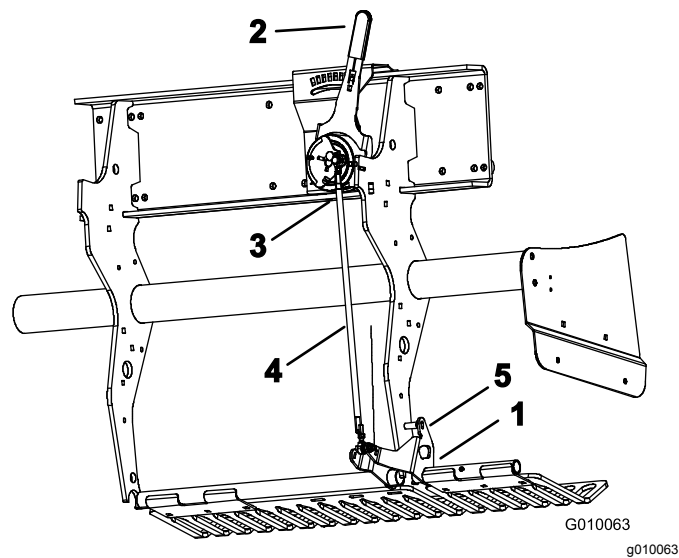

Bild 59
2. Drehen Sie die linke Befestigungshalterung für Rasenschutzvorrichtung (Bild 59) nach oben, bis Sie einen Arretierbolzen zwischen die Halterung und das am Rahmen angeschweißte Tiefen-Einstellrohr einführen können, wie z. B. eine 8-mm-Bohrstange oder einen Bolzen.
3. Schieben Sie den Tine-Tiefenhebel (Bild 59) auf die H-Stellung (tiefste Einstellung).
4. Schließen Sie den Außenkugelschalter (Bild 59) vom Kabelbaum ab (Schalter für das Absenken des Kopfes).
5. Lösen Sie die Klemmmuttern (linke und rechte Seite) an der Spurstange für die Tiefeneinstellung (Bild 59).